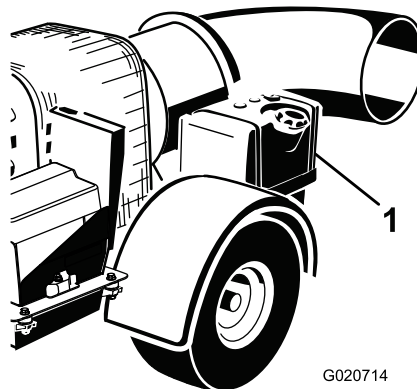

Рисунок 12
2. Очистите область вокруг крышки топливного бака и снимите ее (**Рисунок 12**).